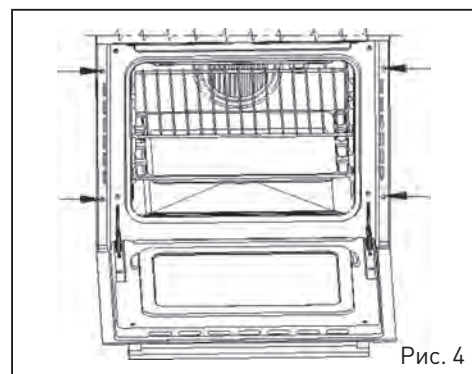

Рис. 4
2. Затем вставьте переднюю часть навесного элемента в ближнее отверстие, прижмите и потяните ее вниз (Рис.4).
Вставьте духовой шкаф в нишу и проверьте направляющие зазоры справа и слева – они должны быть ровными. Для крепления духовки к стенкам кухонного шкафа откройте дверцу духовки, прикрепите духовой шкаф 4 винтами в 4 отверстиях, расположенных по периметру рамы (Рис.4).